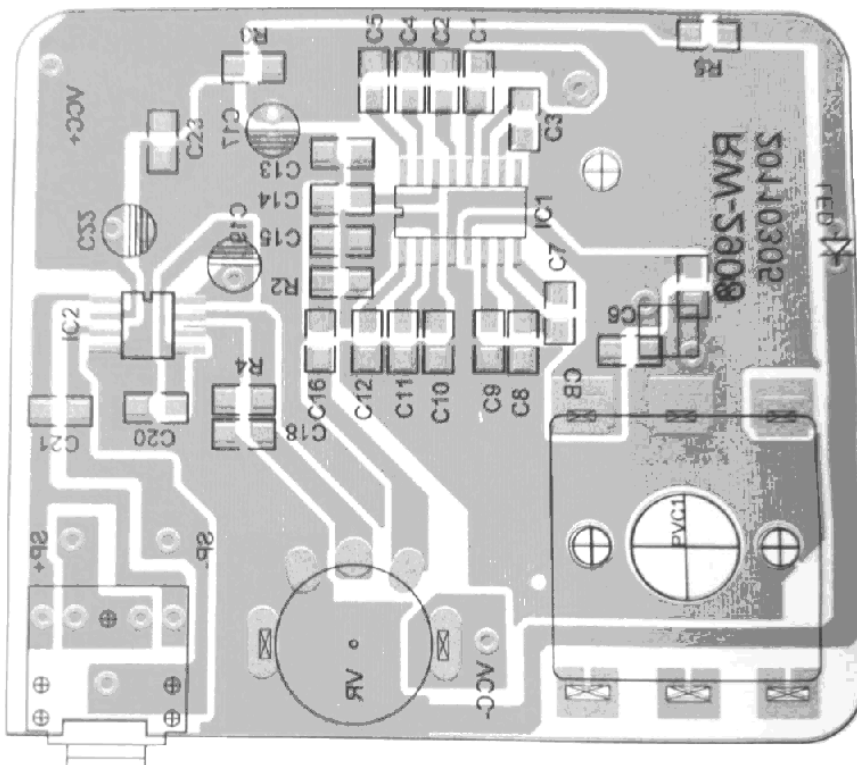

图 8-5 SMB 上元器件贴片图
- ①SMB 检查：对照图 8-5 检查 SMB：图形完整，无短、断缺陷，组焊层，孔位及尺寸。
- ②外壳及结构件检查：外壳有无缺陷及外观损伤。
- ③THT 元件检测：电位器阻值调节特性，LED、电感线圈、电解电容、插座、扬声器、开关的好坏。
- ①丝印焊膏，并通过放大镜检查印刷情况。
- ②贴片，把贴片元器件贴到 SMB 的相应位置。